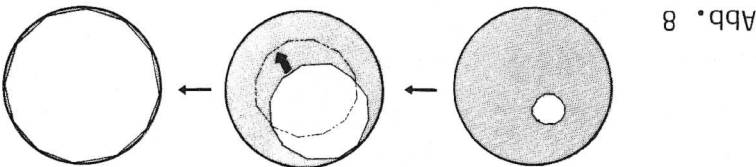

Abb. 8
- Nun öffnen Sie die Leuchtfeldblende bis an einer Seite die Bildbegrenzung erreicht wird. Mit den beiden Zentrierschrauben bringen Sie die Blenden in die Mitte des Sehfeldes (Abb. 8). Wenn die Abbildung der Leuchtfeldblende das Sehfeld gleichmäßig ausfüllt, öffnen Sie sie soweit bis sie gerade über den Rand des Sehfeldes verschwindet.